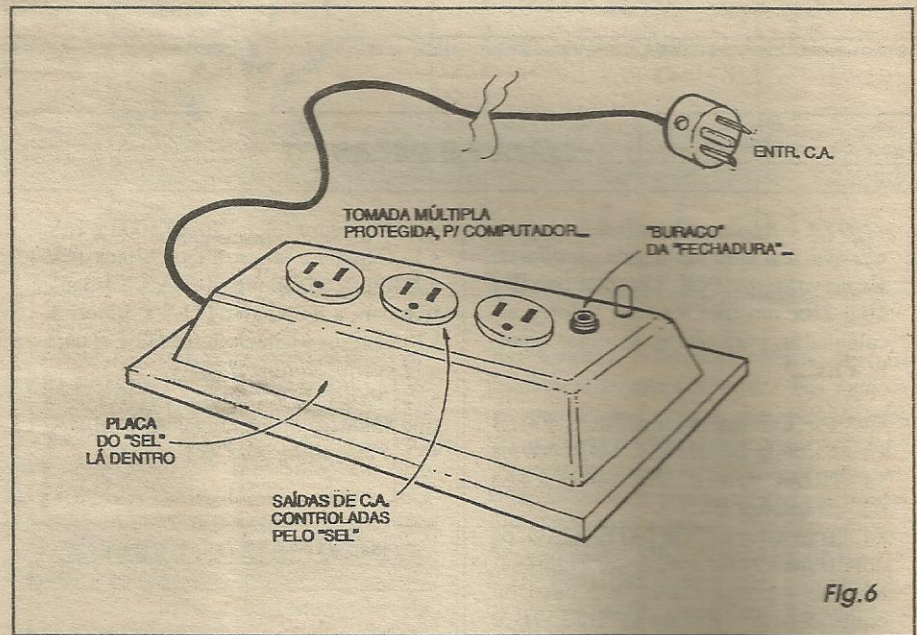

Fig.6
- FIG. 6 - OUTRA MANEIRA PRÁTICA DE SE UTILIZAR O **SEL**... - Na